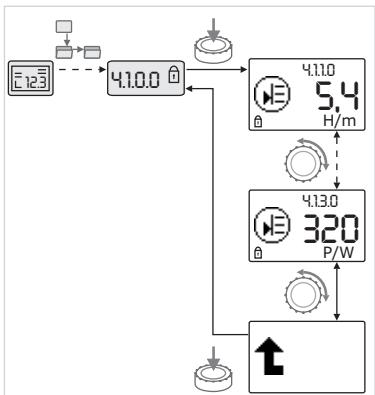

fig.34: Richiamo di informazioni
- Ruotando il pulsante bianco selezionare gli elementi di menu del tipo "Informazioni" dell'attuale sottomenu (vedi fig. 34). Per la spiegazione delle impostazioni rappresentate da simboli vedi tabella nel capitolo 8.7 "Riferimento elementi di menu" a pagina 130".